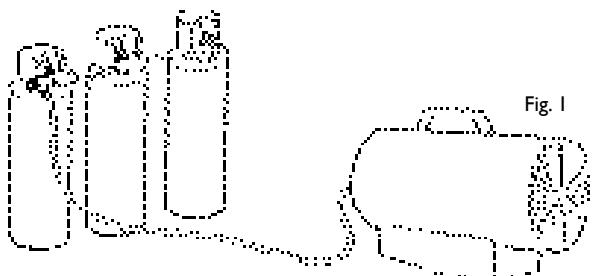

Fig. 1
- Si le générateur fonctionne longtemps au maximum de sa puissance il peut arriver que, à cause de l'évaporation excessive, se forme de la glace sur la bouteille. Il ne faut absolument pas, pour cette raison ou d'autres, orienter le débit d'air chaud vers la bouteille. Afin d'éviter ou au moins de réduire le phénomène de formation de glace, utiliser une bouteille plus grande ou plusieurs bouteilles connectées ensemble (voir Fig. 1).